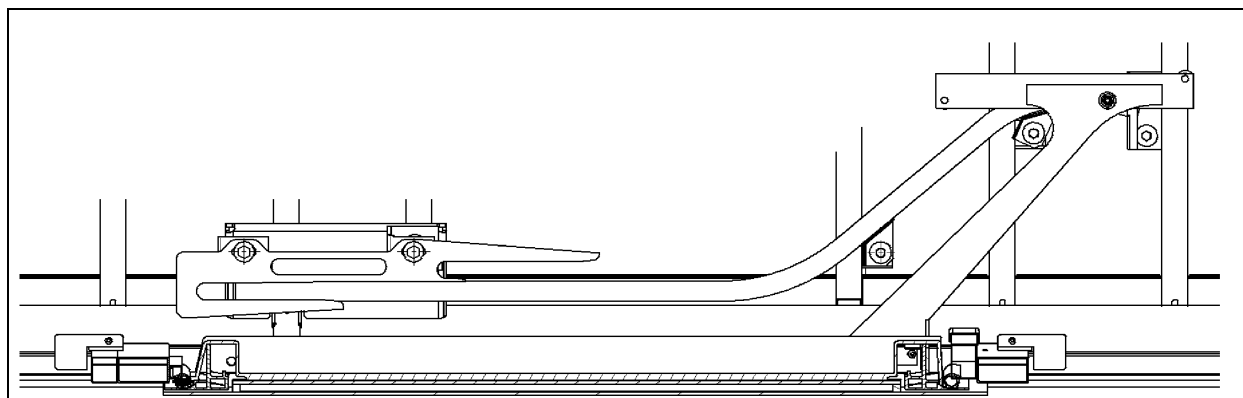

FIGURE 56: BRAS SUPÉRIEUR ET TRAVERSE DE L'ÉLEVATEUR POUR FAUTEUILS ROULANTS
2. Faire glisser la traverse supérieure dans le bras supérieur, puis fixer la traverse à la structure avec un boulon. Ne pas serrer complètement le boulon pour le moment (voir la Figure 56).